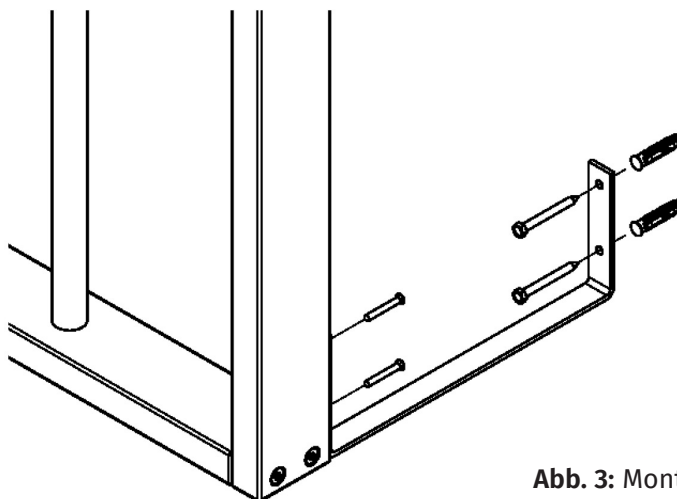

Abb. 3: Montage Winkel für Fußbodenheizung
Achtung: Im Fall einer Fußbodenheizung verzichten Sie auf die Bodenbohrungen, stattdessen ergänzen Sie die zusätzlichen entsprechenden Wandbohrungen $\varnothing 12$ mm und verschrauben die Fußbodenwinkel (33) bündig ausgerichtet zur jeweils äußeren Wange der festen Elemente wie in Abb. 3.